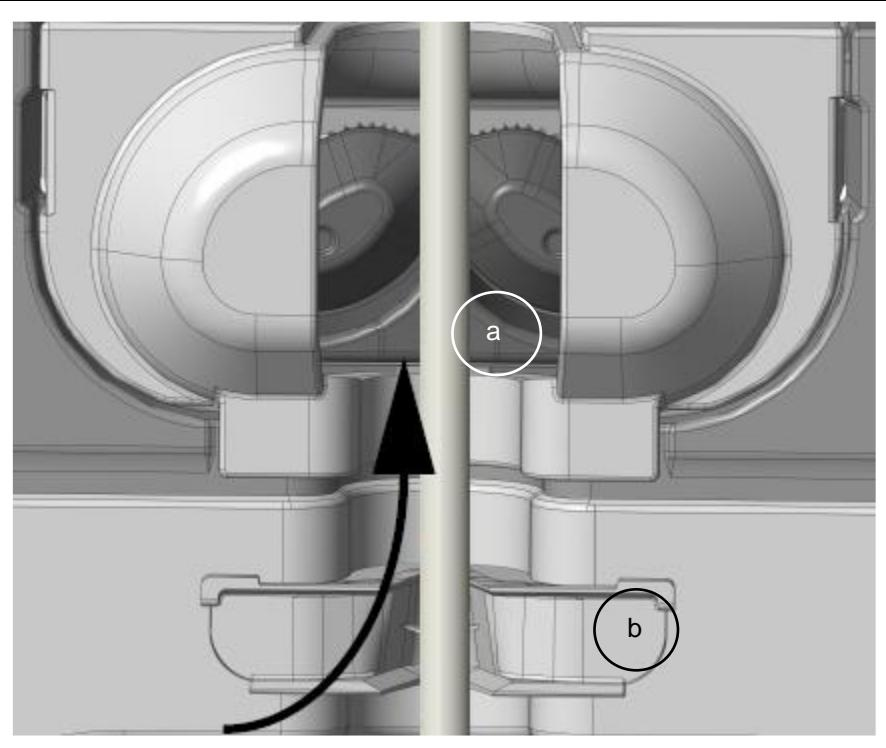

図 10
74. 2 力所のクランプ（図 10 参照）でプローブケーブルをしっかりと室内に固定します。